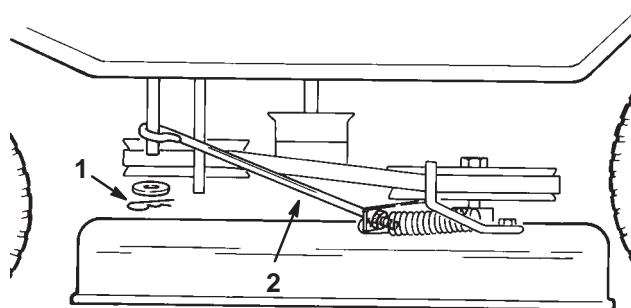

Bild 35
11. Entfernen Sie den Splint und die Scheibe vom Messerregelarm links am Mähwerk (Bild 35).